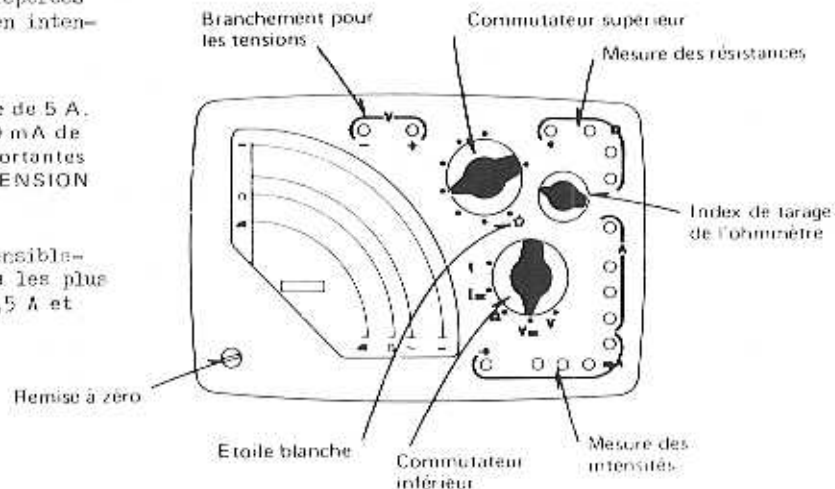

Figure 4
- Avant la mesure il est nécessaire d'effectuer le "tarage", il suffit de court-circuiter par les cordons les deux prises utilisées et d'amener exactement l'aiguille en fin d'échelle sur le chiffre zéro, à l'aide de l'index de tarage repéré sur la figure 4.
5°) Refermer l'appareil à l'aide des deux vis (A1 - A2), situées au dos du boîtier. Pour cette opération, il est recommandé d'appuyer l'appareil sur une table, la face avant tournée vers elle comme l'indique la figure 4.